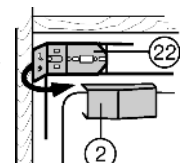

Fig. 17
- ▶ Закройте боковую часть крепежного уголка *Fig. 17 (22)*.
- ▶ Снова защелкните крышку *Fig. 17 (2)*.
- ▶ Закройте все отверстия пробками *Fig. 17 (30,5)*.